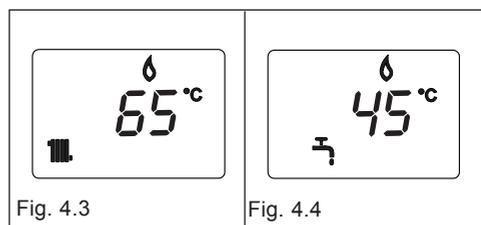

Fig. 4.3
In caso di richiesta di calore, la caldaia si accende e il visualizzatore digitale (1) indica la temperatura dell'acqua riscaldamento (fig.4.3).